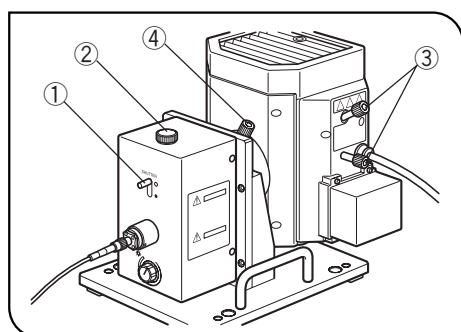

図 1
#### 1 水銀キセノンランプの心出し (図1,2)
- 1) 落射投光管の切換レバー①を「BF」位置にします。
- 4) 落射投光管の切換レバー①を「DF」位置にして、紫外線観察に切換えます。
- 6) 光源ボックスシャッタ切換レバー(図1、①)を上側(○印側)に上げ、シャッタを開きます。
- 8) UVライトガイド取付座の固定ねじ②(3ヶ)をプラスドライバーで少しゆるめます。
- 9) 付属の六角ドライバーで調整ねじ③(2ヶ)に交互に六角ドライバーを入れて回して、観察像が最も明るくなるように調整します。
- 10) 調整が終わりましたら、固定ねじ②(3ヶ)を確実に締付けます。